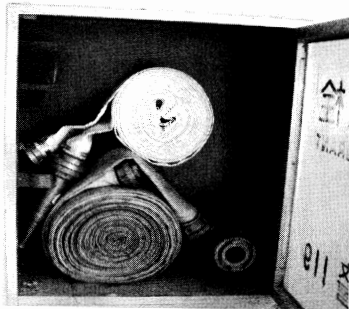
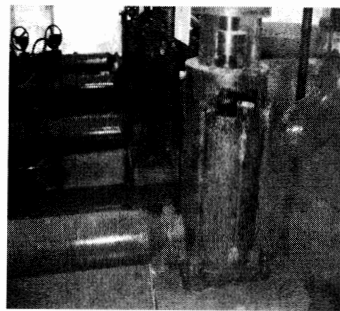

图 2-27-2 室内消火栓箱
图 2-27-3 消火栓泵及其附件
该建筑室内消火栓系统，采用临时高压给水系统。检测和验收时发现：设有符合要求的消防水池一座，两台符合要求的消防水泵从池中取水供给高位消防水箱和消火栓系统，系统设有三条竖管和一个环网向 18 个消火栓供水，消火栓系统管网上设有两组水泵接合器，室内消火栓安装在走道上，室内消火栓间距不大于 30m。室外消火栓给水系统流量为 25L/s，室内消火栓给水系统流量为 15L/s，室内同时动用水枪数为 3 支，竖管最小流量为 10L/s，消火栓竖管直径为 DN80，办公区室内消火栓采用 DN50 单阀单栓。商业和旅馆区室内消火栓采用 DN65 单阀单栓。消火栓箱内配置软管卷盘。消火栓箱内安装有报警按钮，按动后红灯点亮，并向消防控制中心报警，消防控制中心以硬线点对点的控制方式手动直接控制消火栓泵的启停。现场检测时拍摄的部分照片如图 2-27-2 与图 2-27-3 所示。
2. 请分析图 2-27-2 和图 2-27-3 中的错误。
2. 1) 图 2-27-2 中立式消火栓水泵未按标准图固定在合格的基础上, 吸入管上采用了同心异径接头, 而且直接焊在法兰上, 吸入管上未安装真空压力表。
2) 图 2-27-3 中消火栓栓口设置在箱门轴侧, 箱内为一栓二带, 且未正常挂起。